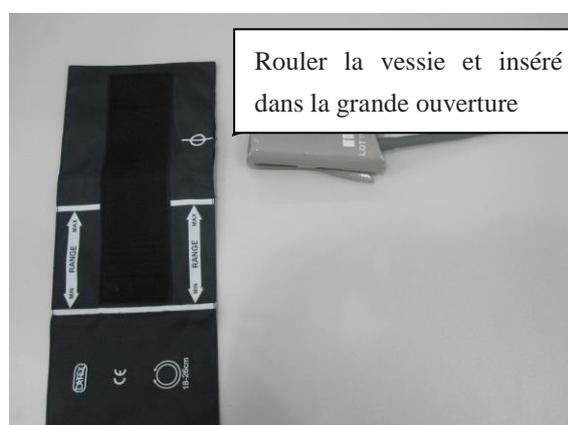

Fig. 5-5-9 Insérer la vessie
5. Sécher le couvercle et la vessie. Rouler la vessie et l'insérer dans la grande ouverture, comme la figure 5-5-9 montre. Tenir le tuyau et le brassard et secouer le brassard complète jusqu'à ce que la vessie est en position. Mettez le tuyau à travers le petit trou sous le rabat interne.